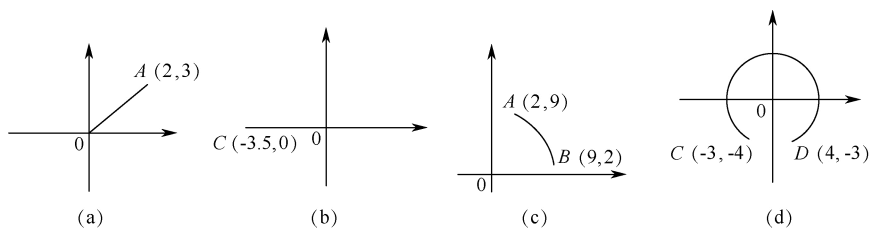

图 6-9 程序段图
(1) 如图 6-9 (a) 中  $OA$  段的程序为
(2) 如图 6-9 (b) 中  $OC$  段的程序为
(3) 如图 6-9 (c) 中圆弧  $AB$  段的程序为
(4) 如图 6-9 (d) 中圆弧  $CD$  段的程序为